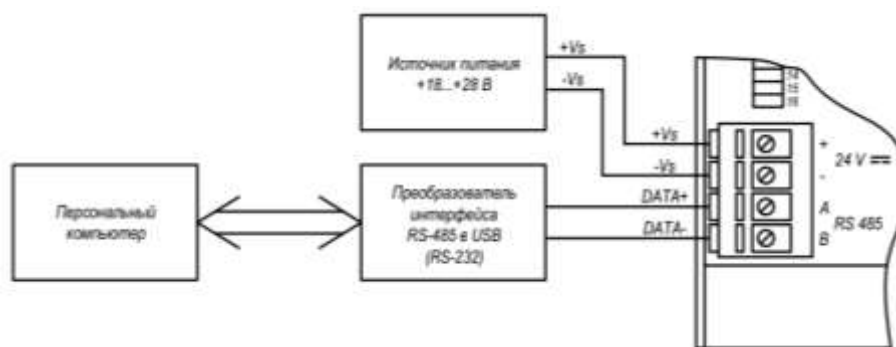

Рисунок 1.5 – Подключение модулей к порту ПК
1.4.2.1 Для конфигурации модуля может быть использован офисный ПК стандартной комплектации, имеющий порт RS-232 или USB. Модуль подключается с помощью преобразователя интерфейса RS-232 в RS-485 (USB в RS-485) (рисунок 1.5).